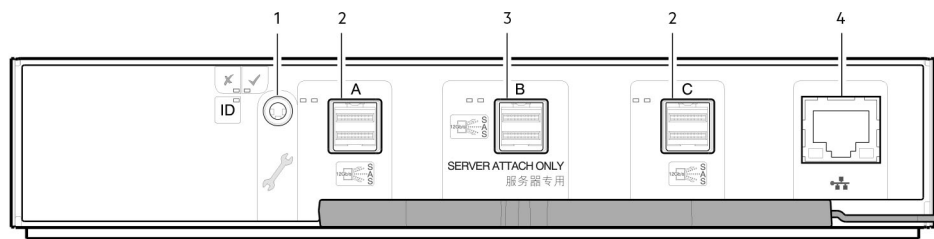

Figure 17. Détails des modules d'extension ME412/ME424/ME484
Figure 17. Détails des modules d'extension ME412/ME424/ME484 Montre le module IOM utilisé dans des boîtiers d'extension pris en charge pour l'ajout de stockage. Les ports A/B/C sont livrés configurés avec des connecteurs externes 12 Gbit/s HD mini-SAS (SFF-8644).
- Lorsque le module d'extension indiqué dans Figure 17. Détails des modules d'extension ME412/ME424/ME484 est utilisé avec des modules de contrôleur Série ME4 pour l'ajout de stockage, son port d'extension HD mini-SAS du milieu (B) est désactivé par le micrologiciel.